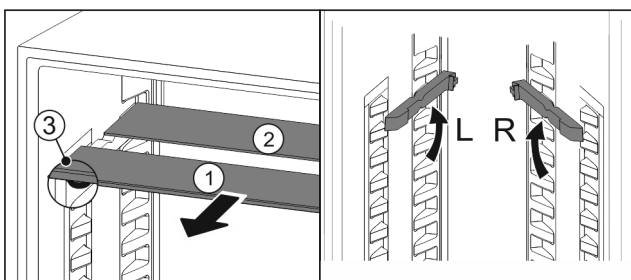

Fig. 146
- ▶ Glasplaten afzonderlijk vanaf de voorkant eruit trekken Fig. 146 (1).
- ▶ Glasplaat Fig. 146 (1) met sierlijst licht voor.
- ▶ Stops Fig. 146 (3) zijn naar onder gericht.